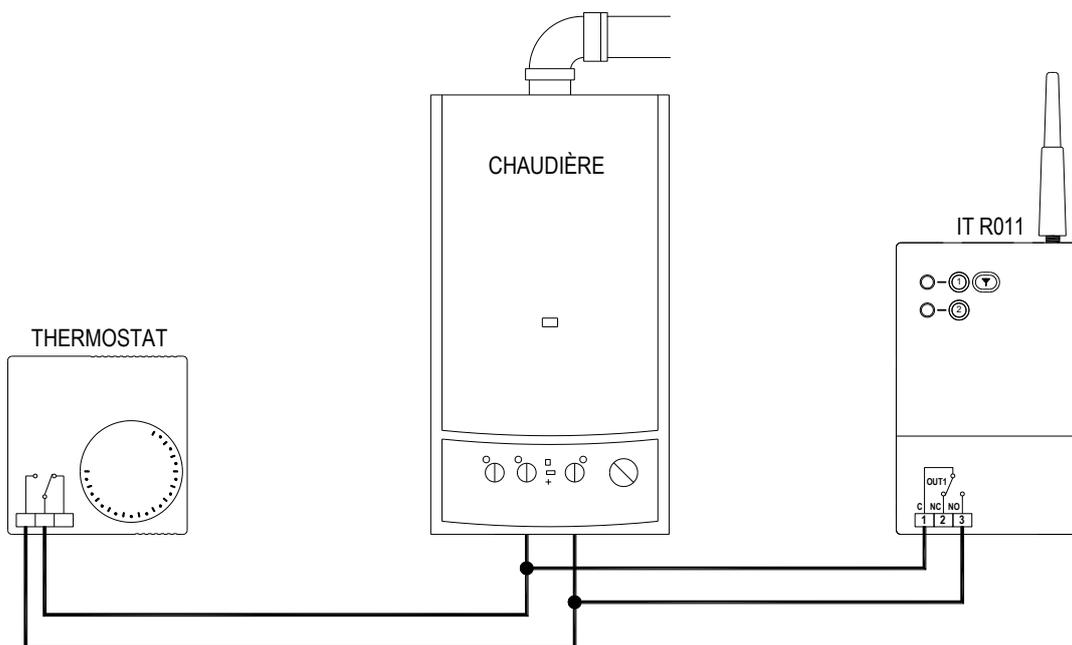

Fig. 10: Exemple d'une connexion en parallèle de l'interface téléphonique avec un thermostat.
**Connexion en parallèle (Fig. 10):** la sortie OUT1 doit être éteinte pour régler la température par thermostat. Pour éliminer le réglage on éteint le thermostat ou bien on tourne le bouton de la consigne au minimum. Pour allumer à distance, envoyer la commande " REGLER " à l'interface qui réglera la température désirée. Si on décide de revenir au réglage par thermostat, il faut l'allumer ou augmenter la consigne, et éteindre la sortie OUT1 de l'interface. Si on veut la fonction antigel, celle-ci peut être réalisée par le thermostat, en portant le bouton de consigne au minimum par exemple. Autrement on peut l'activer sur l'interface, en donnant la commande ANTIGEL, et dans ce cas il faut installer une sonde de température dans l'ambiance concernée.